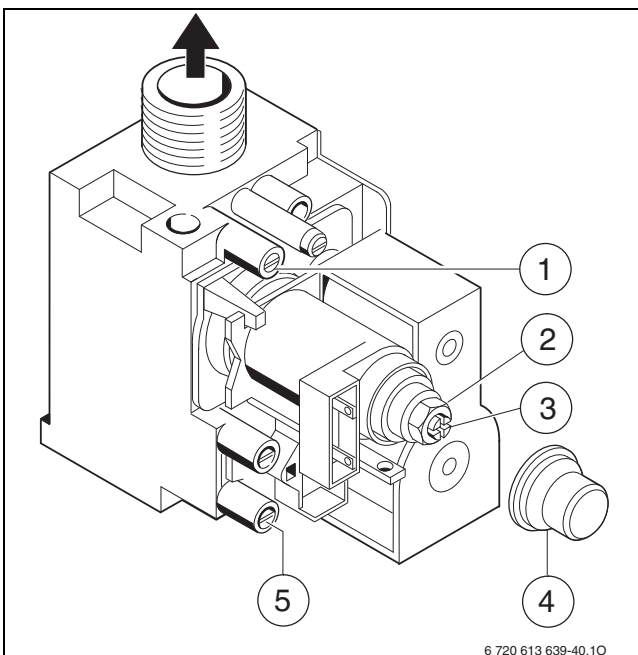

Bild 48 Gasarmatur
- ▶ Dichtschraube am Mess-Stutzen für Düsendruck (→ Bild 48, [1]) lösen und U-Rohrmanometer anschließen.
- ▶ Abdeckung (→ Bild 48, [4]) entfernen.
- ▶ Für „max“ angegebenen Düsendruck (mbar) aus Tabelle Seite 57 entnehmen. Düsendruck über Einstellschraube max. Gasmenge (→ Bild 48, [2]) einstellen. Rechtsdrehung mehr Gas, Linksdrehung weniger Gas.
- ▶ Für „min“ angegebenen Düsendruck (mbar) aus Tabelle Seite 57 entnehmen. Düsendruck über Einstellschraube min. Gasmenge (→ Bild 48, [3]) einstellen.
- ▶ Dichtschaube am Mess-Stutzen für Gas-Anschlussfließdruck (→ Bild 48, [5]) lösen und Druckmessgerät anschließen.
- ▶ Für „max“ angegebene Gasdurchflussmenge aus Tabelle Seite 57 entnehmen. Gasdurchflussmenge über Gaszähler an Einstellschraube max. Gasmenge (→ Bild 48, [2]) einstellen. Rechtsdrehung mehr Gas, Linksdrehung weniger Gas.
- ▶ Für „min“ angegebene Gasdurchflussmenge aus Tabelle Seite 57 entnehmen. Gasdurchflussmenge über Gaszähler an Einstellschraube min. Gasmenge (→ Bild 48, [3]) einstellen.